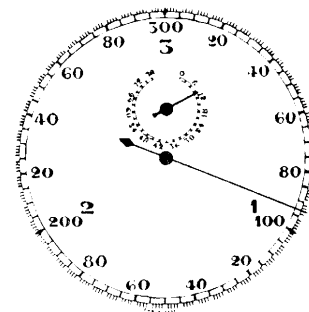

Abb. 346 Zifferblatt einer Hundertstelsekunden-Stoppuhr mit 3 Sekunden Umlaufzeit
**d. Hundertstelsekunden-Skala:** Hier ist die Sekunde in 100 Teile unterteilt. Demgemäß dauert bei den üblichen Ausführungsarten mit 300 Teilstrichen auf der großen Skala (Abb. 346) eine volle Umdrehung des großen Zählzeigers 3 Sekunden und die des kleinen Zählzeigers 90 Sekunden. Es gibt aber auch Typen, bei denen der kleine Zählzeiger 180 Sekunden für eine Umdrehung benötigt, und auch solche, bei denen die große Skala nur 100 Teilstriche enthält und demgemäß eine volle Umdrehung des großen Zählzeigers nur 1 Sekunde, die des kleinen Zählzeigers 30 Sekunden dauert.